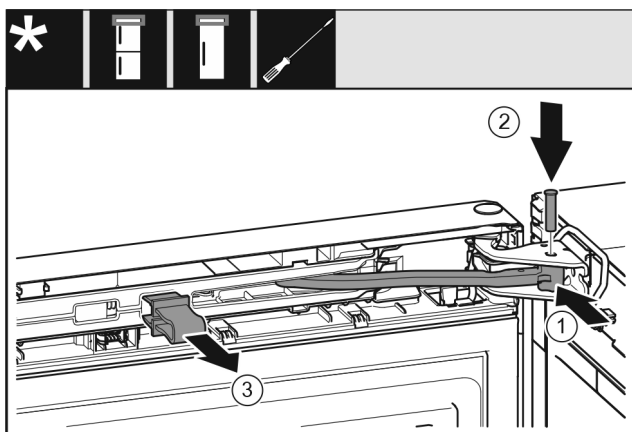

Fig. 43
- ▶ Obrócić przegub w płytce zawiasu Fig. 43 (1).
- ▶ Umieścić sworzeń Fig. 43 (2) w płytce zawiasu i przegubie. Zwrócić przy tym uwagę, aby krzywka zatrzaskowa została prawidłowo umieszczona w rowku.
- ▶ Zdjąć zabezpieczenie Fig. 43 (3).